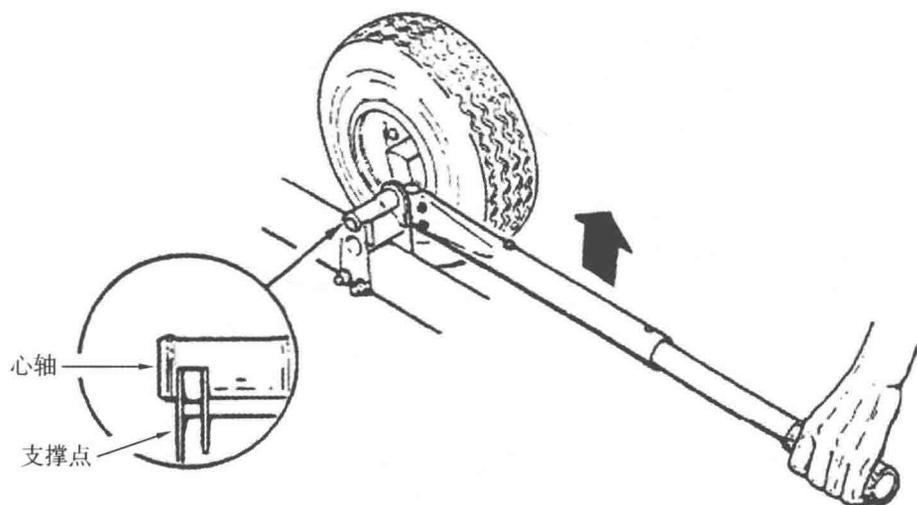

图 1-8 安装搬运轮-2
(2) 确保突出的心轴的焊接端完全穿过支撑架的内侧(见图 1-8)。